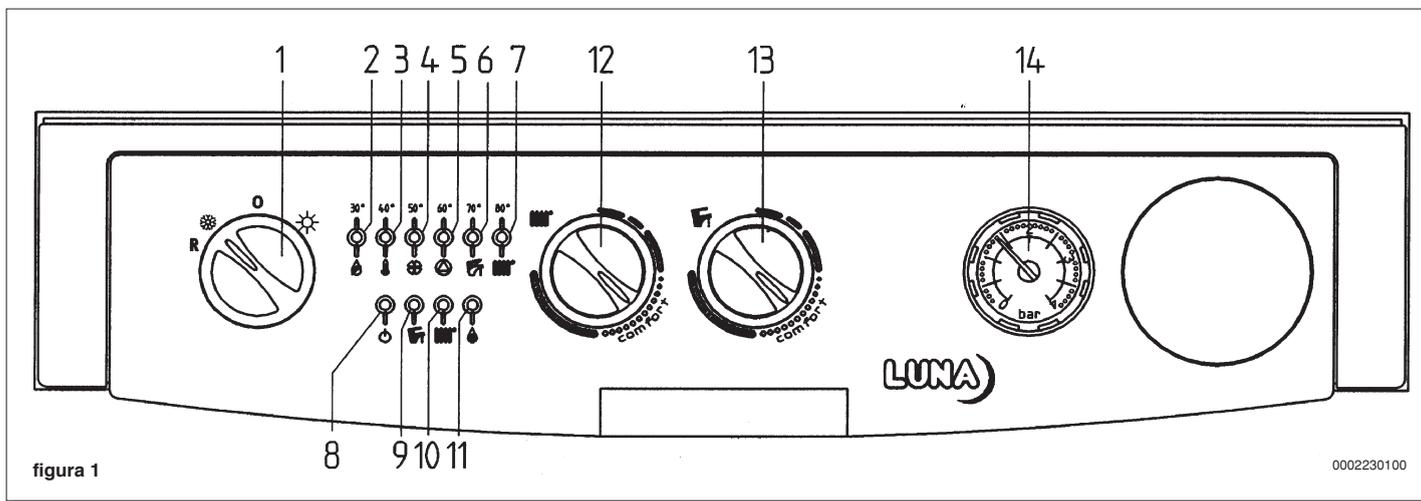
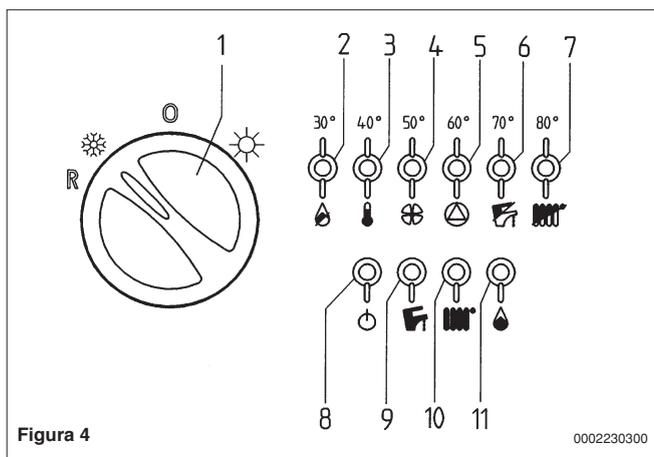

figura 1
Figura 4
Importante: Per abilitare le funzioni del telecomando è necessario che il selettore (1) di figura 4 non sia in posizione 0. Le spie di funzionamento caldaia (10 e 9 figura 4) lampeggeranno in caso di richiesta calore rispettivamente in riscaldamento o sanitario. I dispositivi per la regolazione delle temperature (12 e 13 di figura 1) non sono abilitati. In caso di contemporanea presenza di telecomando ed impianto a zone è necessario che il selettore (1) sia posizionato in INVERNO (❄️).